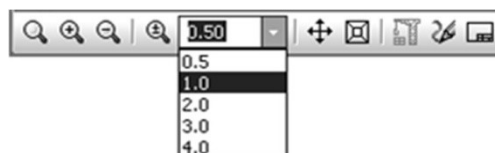

Рисунок 2.21- Выбор коэффициента масштабирования из списка
3. Раскройте список Текущий масштаб (рисунок 2.21). Щелкните по строке со значением 1. Будет установлен масштаб отображения документа 1:1.